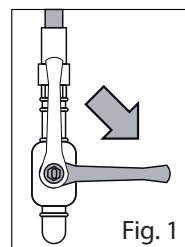

Fig. 1
- Chiudere il rubinetto di intercettazione a monte dell'apparecchiatura (Fig. 1);
- Chiudere il rubinetto di intercettazione a monte dell'apparecchiatura (Fig. 1).